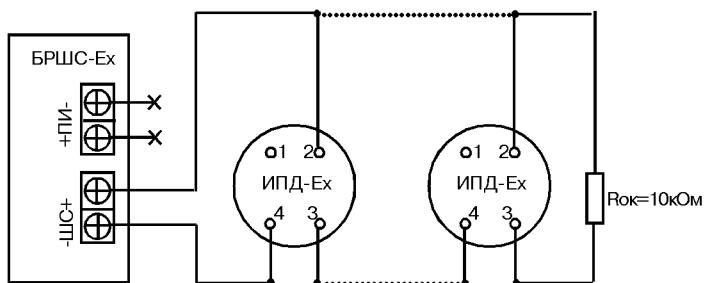

Рис.1—Рекомендуемая схема подключения ИПД-Ex к БРШС-Ex (в один шлейф БРШС-Ex рекомендуется включать не более 10 ИПД-Ex)
4.1.2.3. Произведите монтаж подводящих проводов к розетке ИПД-Ex согласно схеме подключения (рис.1).